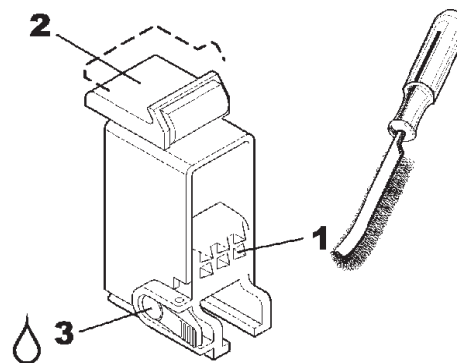

Fig. 6.0-2
C. Nettoyer toutes les semaines les dents des mors (1 Fig. 6.0-2) à l'aide d'une brosse métallique, vérifier le mors de serrage en nylon (2) et le remplacer s'il est usé.